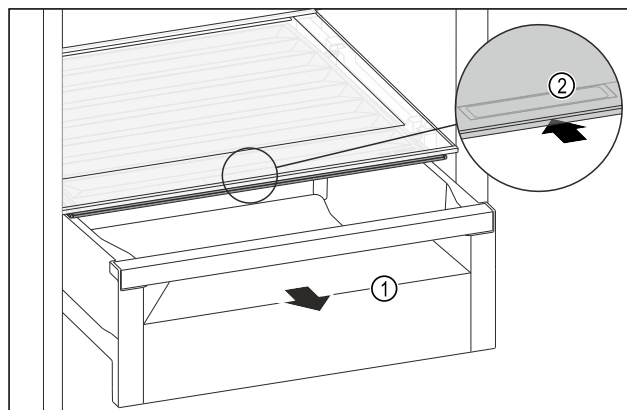

Fig. 175
- ▶ Tërhiqni jashtë sirtarin Fig. 175 (1).
- ▶ Kapni dorezën e futur Fig. 175 (2) në kapakun e ndarjes dhe në të njëjtën kohë shtyni për prapa kapakun e ndarjes.